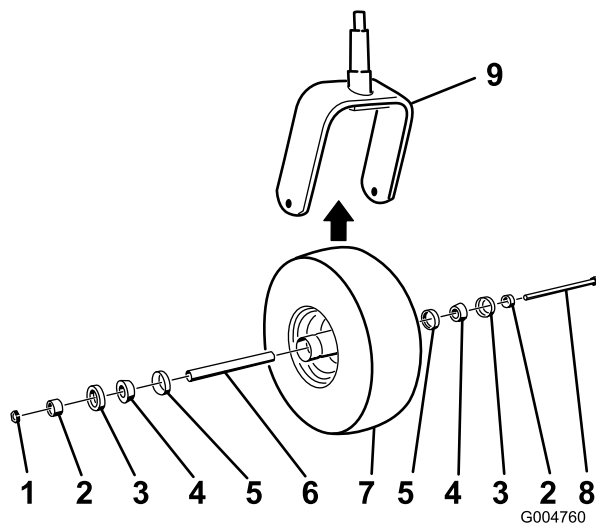

图 42
2. 从螺栓上取下锁紧螺母图 42。
- 将带有润滑脂的锥形轴承和密封件推入轮毂以安装脚轮位置如图 42 中所示。